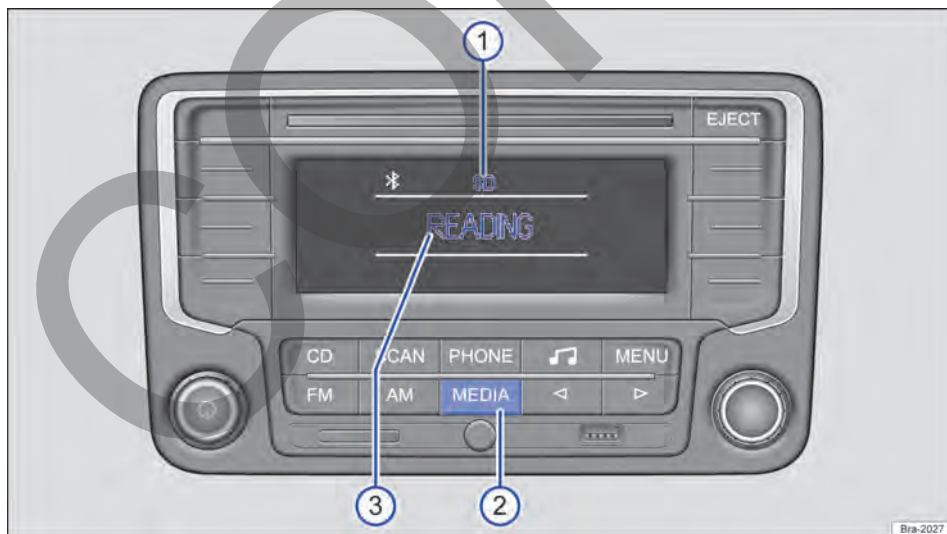
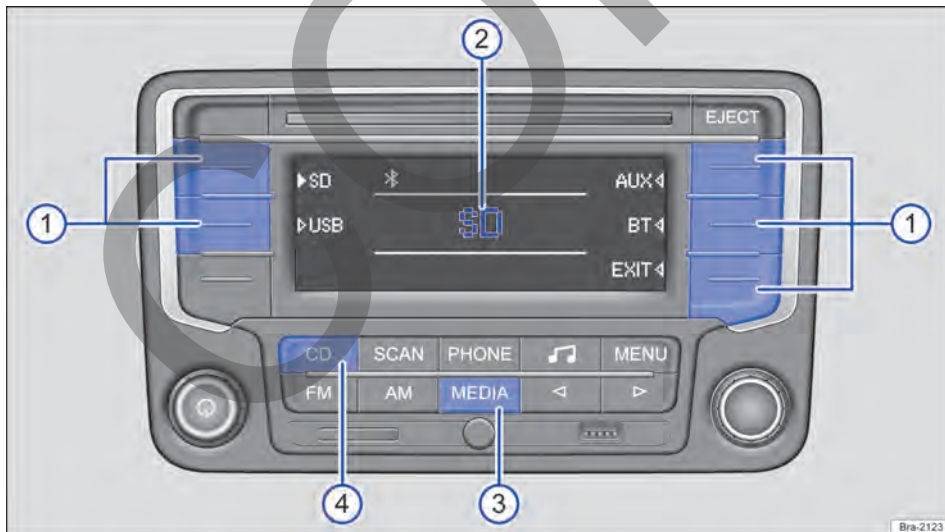

Fig. 137 Ejemplo de visualización en el modo Media: la radio lee archivos desde una tarjeta SD.
Fig. 138 Ejemplo de visualización en el modo Media: continua la reproducción de la última fuente de medios, están disponibles otras fuentes de medios. ▶
En el modo Media se pueden seleccionar y controlar diferentes fuentes de medios. Para cambiar al modo de medios, pulse brevemente la tecla del equipo **MEDIA** → **fig. 137** ②.
Si la última fuente de medios sintonizada todavía está conectada, la reproducción de esa fuente continuará automáticamente, y al cambiar al modo de medios, aparecerá brevemente en el centro del display → **fig. 138** ②.
En el modo de medios de reproducción, la fuente de medios seleccionada siempre aparecerá en la parte superior central del display → fig. 137 ①.
Todas las fuentes de medios disponibles → pág. 160, *Seleccionar las fuentes de medios* se muestran en el lateral del display → fig. 138. En algunas situaciones de reproducción, por ejemplo, mientras la radio lee una fuente de medios, no están disponibles otras fuentes de medios → fig. 137.
En el centro del display se muestra el estado actual de la fuente de medios, por ejemplo, **READING**, cuando la radio lee una fuente de medios → fig. 137 ③, información sobre la pista → pág. 163 o mensajes de error:
Inicie el modo Media → pág. 159, *Menú principal MEDIA*. Si la última fuente de medios sintonizada todavía está conectada, la reproducción de esa fuente continuará automáticamente y, al cambiar al modo de medios, aparecerá brevemente en el centro del display → fig. 138 ②.
En los laterales del display se muestran todas las fuentes de medios disponibles → fig. 138. Seleccione la fuente de medios deseada de la siguiente manera:
- Pulse brevemente la tecla de función programada con la fuente de medios deseada → fig. 138 ①.
- **O:** presionar la tecla del equipo **MEDIA** tantas veces como sea necesario hasta que aparezca la fuente de medios (excepto CD) → fig. 138 ③.
- **O:** presionar la tecla del equipo **CD** para reproducir un CD del lector interno de CD → fig. 138 ④.